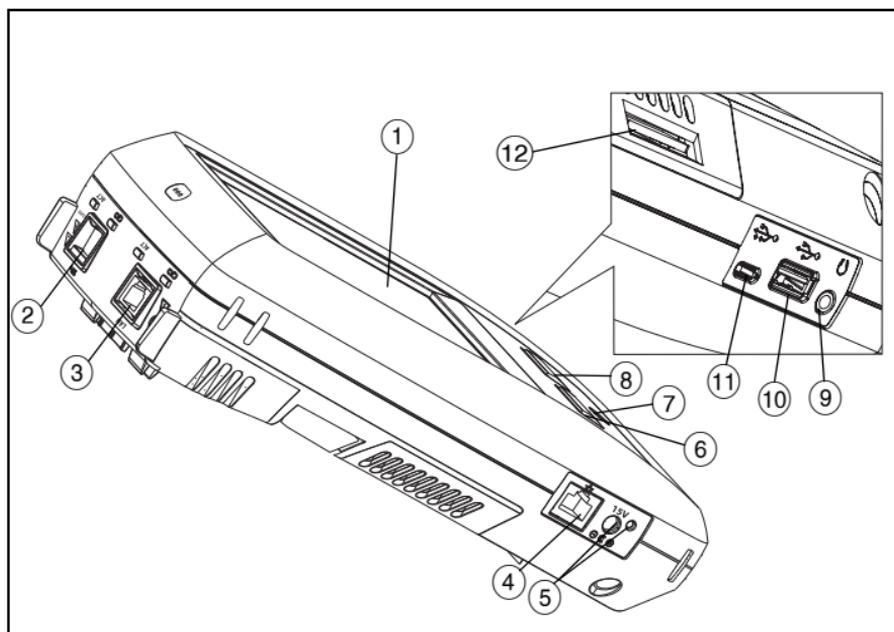

Figure 1. 接头、按键和 LED 指示灯
将被测网络连接到端口（图 1 中的 ② 项或 ③ 项）。RJ45 以太网插座适用于铜缆，插入 SFP+ 插座的 SFP+ 适用于光纤。